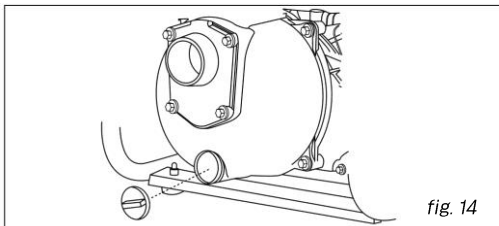

fig. 14
- Retirez le bouchon de vidange au bas de la pompe (fig. 14).